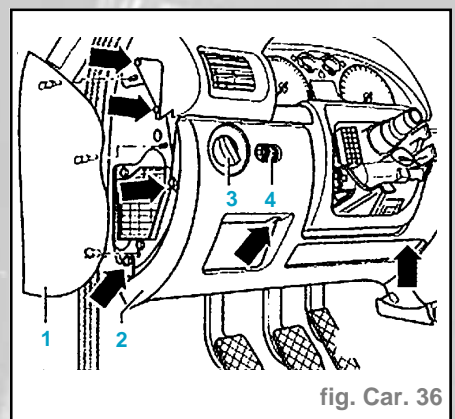

fig. Car. 36
- Dévisser les vis (2) et (3).
- Déclipser le revêtement inférieur du montant A côté conducteur (4) de l'enjoliveur de seuil de porte et le retirer.
- Déclipser le cache (1) (fig. Car. 36)